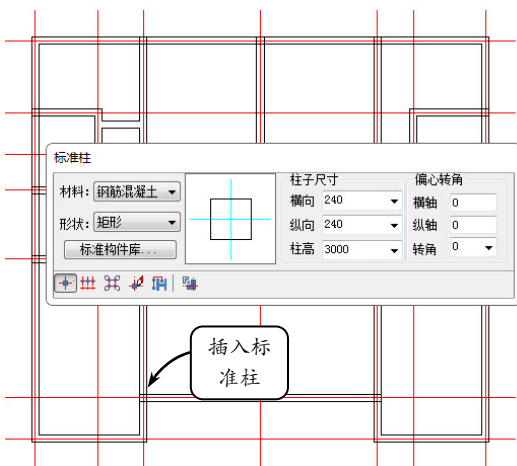

图 3-16 插入标准柱
**STEP|01** 在屏幕菜单中选择【轴网柱子】|【标准柱】选项，设置标准柱子的参数为 240×240，高度为 3000，将柱子插入图 3-16 所示位置。